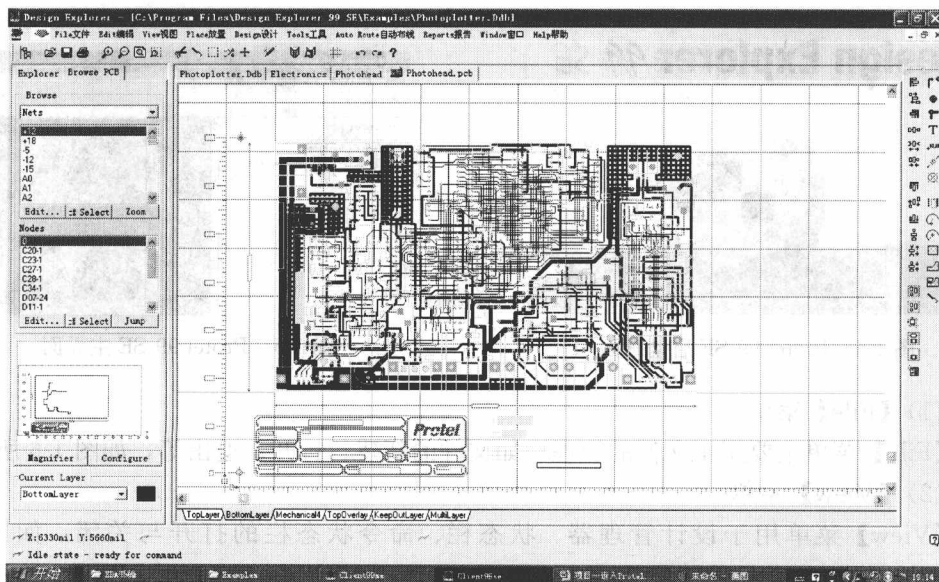

图 1-2 设计完成的 PCB 图
2) PCB 设计系统 (PCB99) 包括 PCB 编辑器、PCB 元件库封装编辑器, 用于 PCB 的设计, 并产生最终的 PCB 文件, 可提供给 PCB 生产厂家进行生产。图 1-2 为设